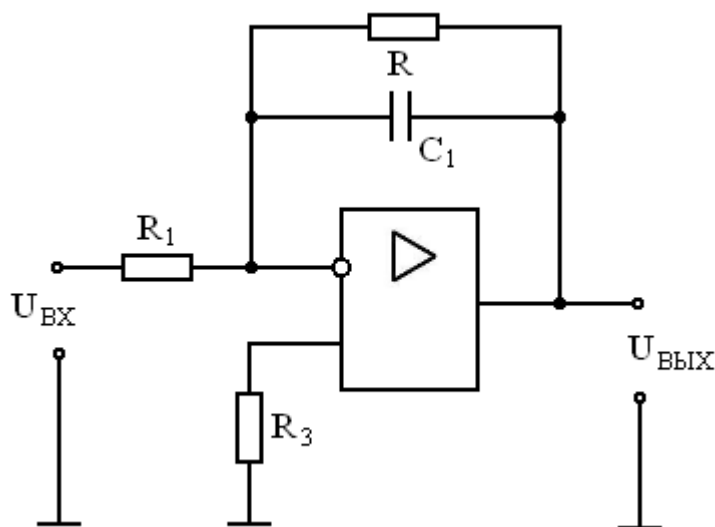

Рисунок 4.4 - Схема интегратора
Для устранения данного недостатка может быть применена следующая схема интегратора (рисунок 4.4).
1. Перенести в отчет схему интегратора (рис. 4.4).